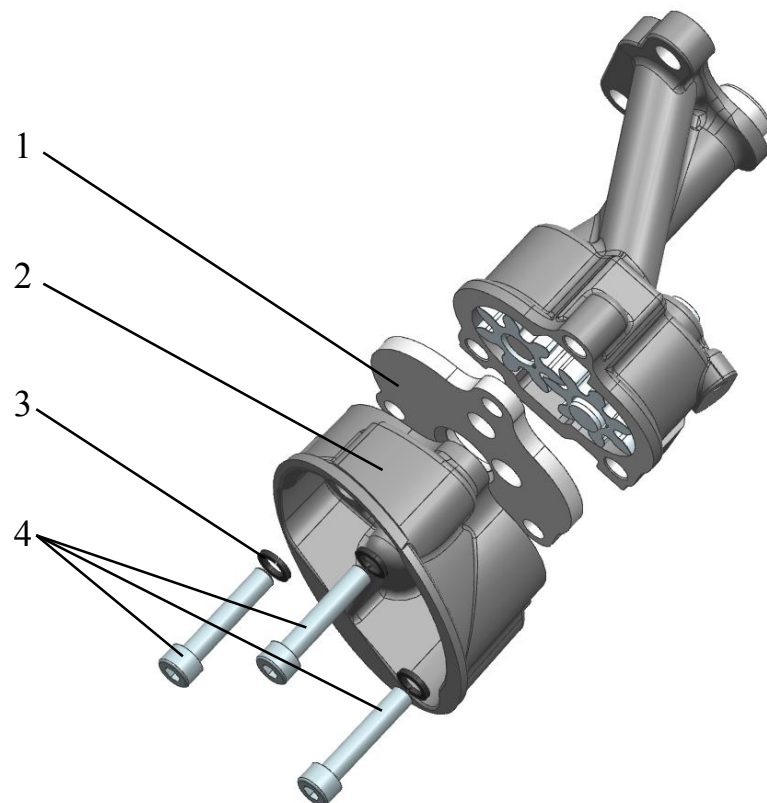

Рис.101. Снятие приёмного патрубка с перегородкой масляного насоса:
– отвернуть три винта, снять приемный патрубок и перегородку (рис.101);